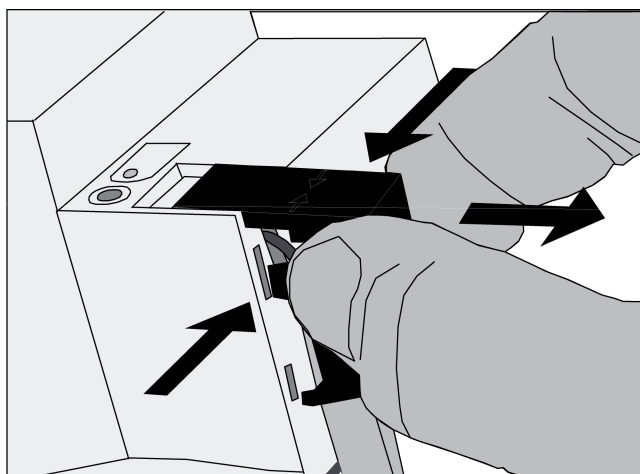

Рисунок 5: Снятие защитной крышки
- Надавить на защитную крышку сбоку и снять ее (рисунок 5).